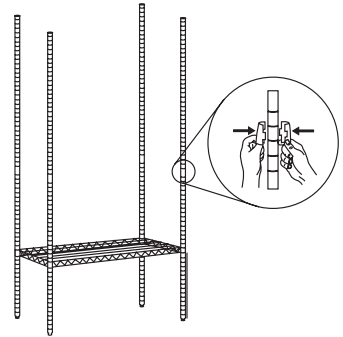

Fig. 4
6. Posizionare la mensola successiva sulla scanalatura all'altezza desiderata. Fissare un manicotto sull'asta e ripetere l'operazione per ogni asta [Fig. 4].